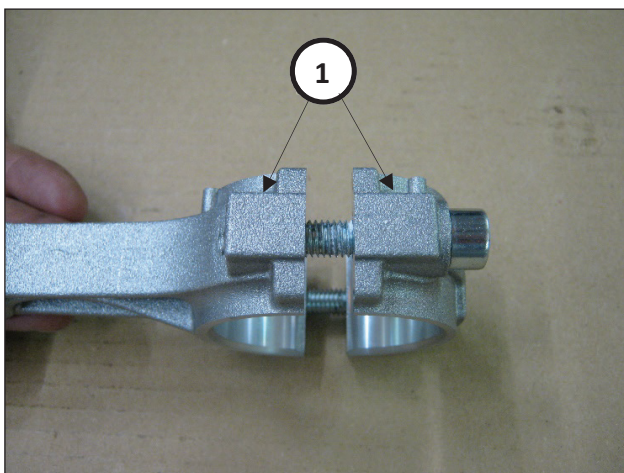

Fig. 9
- Accoppiare i cappelli biella ai relativi fusti (Fig. 9, pos. ①).